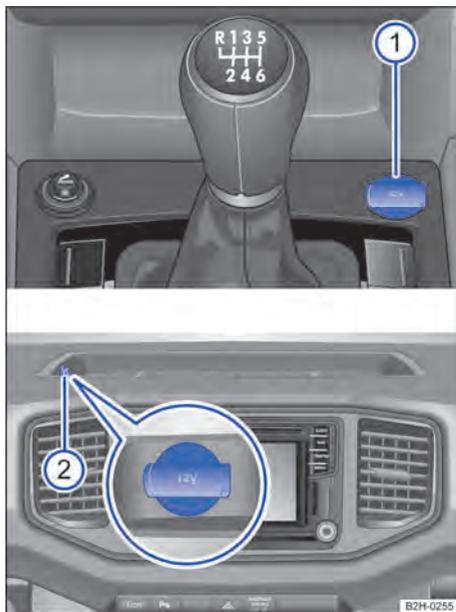

Fig. 118 Tomada 12 V na frente.
- No console central dianteiro → Fig. 118 ①.
- No porta-objetos no painel de instrumentos → Fig. 118 ②.